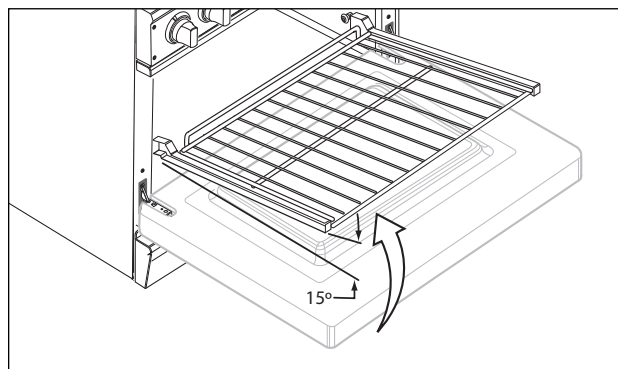

FIG. 02
2. Tout en glissant la grille dans le four, inclinez légèrement la grille vers le haut (voir Fig. 02) de façon à ce que les butées de sécurité, situées à l'arrière de la grille, glissent sur les roulettes et s'enfoncent dans le four. Les butées de sécurité empêchent la grille de sortir complètement du four lorsqu'on la tire vers l'extérieur.